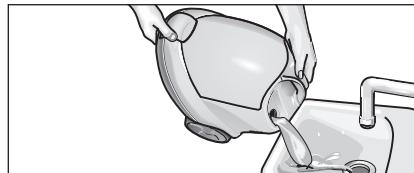

Abb.13: Kessel ausspülen
- Füllen Sie den Kessel mit Wasser und schütteln ihn kräftig durch (Dadurch lösen sich Kalkrückstände, die sich auf dem Boden des Kessels abgesetzt haben). Gießen Sie dann das Wasser aus, indem Sie das Gerät zur Ecke mit dem Einfülltrichter kippen (siehe Abb. 13).
- Schütten Sie das restliche Wasser vollständig aus dem Kessel (s. Abb. 13).